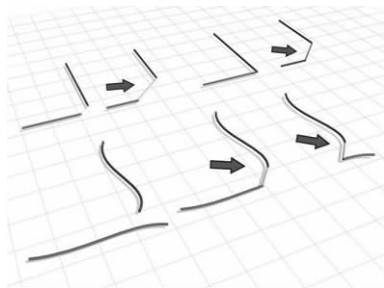

图 5-66 创建切角曲线 ▲
-  (创建切角曲线): 在两条曲线之间产生切角的新曲线, 如图 5-66 所示。